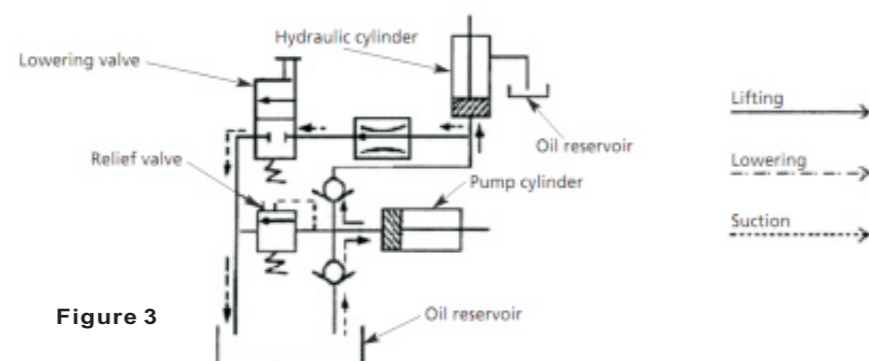

Figure 3
Il est recommandé de faire la lubrification tous les mois pour assurer une opération correcte et sûre. Voir Figure 3.
- Huiler les rouleaux et les points de pivot selon Figure 3.